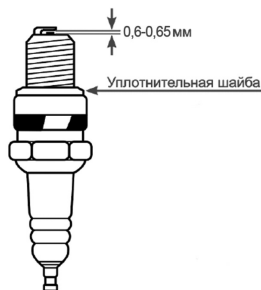

Рис. 11 Свеча зажигания
4. Измерьте зазор между электродами свечи зажигания специальным щупом. Зазор должен быть 0,6-0,65мм (Рис.11). При увеличении или уменьшении требуемого зазора рекомендуется заменить свечу, так как регулировка зазора может привести к изменению качества искрообразования.